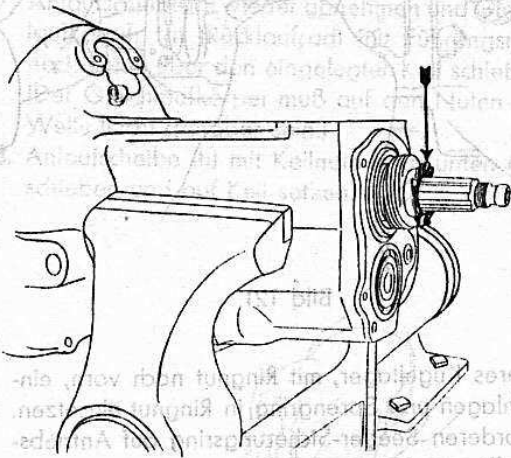

Bild 124
11. Schmalen Abstandring, Schraubenrad für Geschwindigkeitsmesserantrieb, breiten Abstandring und Olspritzscheibe (Schränkung nach hinten) (Bild 124) aufchieben (Wst 1221).